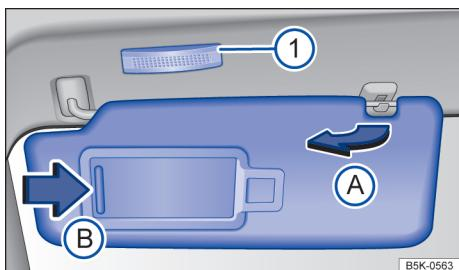

Fig. 118 No revestimento do teto dianteiro: para-sol.
- Retirar do suporte e virar na direção das portas → Fig. 118 A.
No para-sol rebatido para baixo encontra-se um espelho de cortesia atrás de uma cobertura. Ao abrir a cobertura → Fig. 118 B acende-se a lanterna → Fig. 118 1.